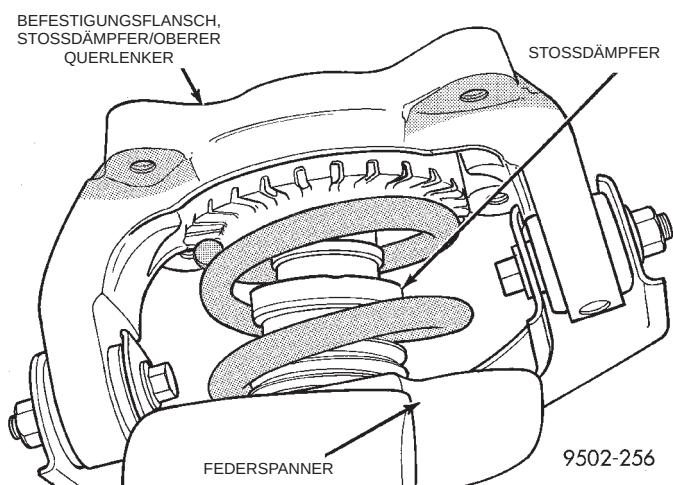

Abb. 89 Befestigungsflansch, Stoßdämpfer/Oberer Querlenker
(6) Befestigungsflansch des Stoßdämpfers/Querlenkers vom Stoßdämpfer abbauen (Abb. 89).
(9) Den oberen Befestigungsflansch (Abb. 89) am Stoßdämpfer montieren.